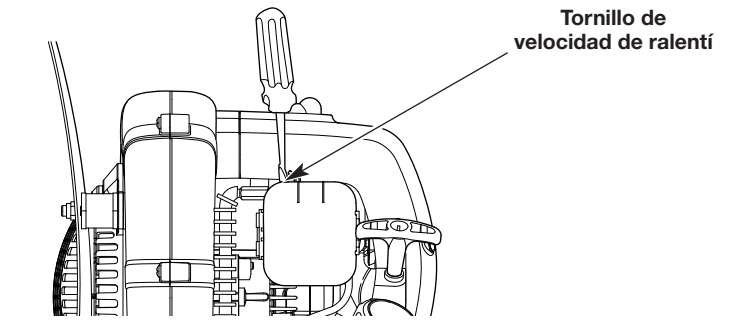

Fig. 14
2. Mueva el control de velocidad a la posición SLOW y deje que el motor funcione en ralentí. Si el motor se para, use un destornillador Phillips pequeño para girar el tornillo de velocidad de ralentí en el sentido de las agujas del reloj, 1/8 de giro cada vez (según sea necesario) hasta que el motor funciona al ralentí de manera uniforme (Fig. 14).
3. Si el motor funciona al ralentí demasiado rápidamente, gire el tornillo de velocidad de ralentí en el sentido contrario a las agujas del reloj, 1/8 de giro cada vez (según sea necesario) para reducir la velocidad de ralentí (Fig. 14).